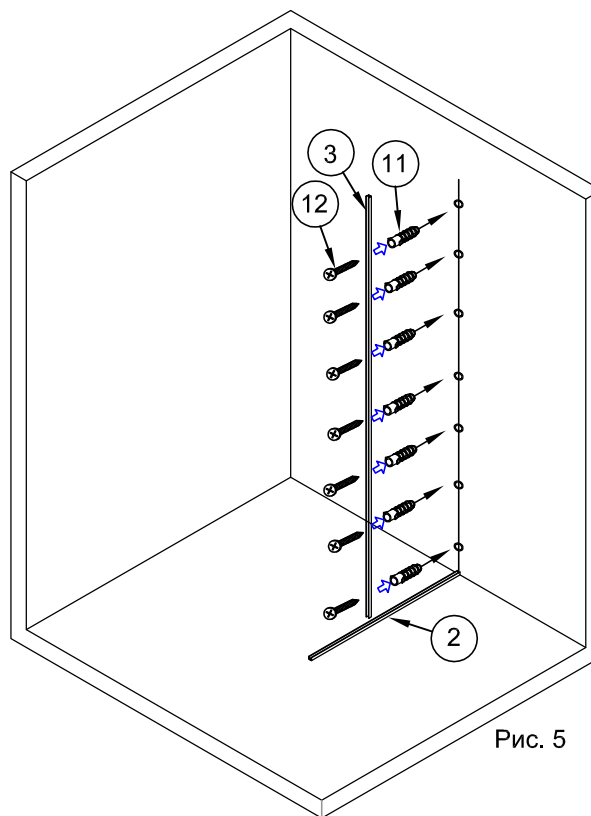

Рис. 5
Вставить в отверстия дюбели №11. При необходимости использовать молоток. (рис. 5)
3.1. В середину профилей №2 и №3 нанести силиконовый герметик. Количество герметика должно быть рассчитано на заполнение всех щелей между профилями и стеклом.(рис.5)